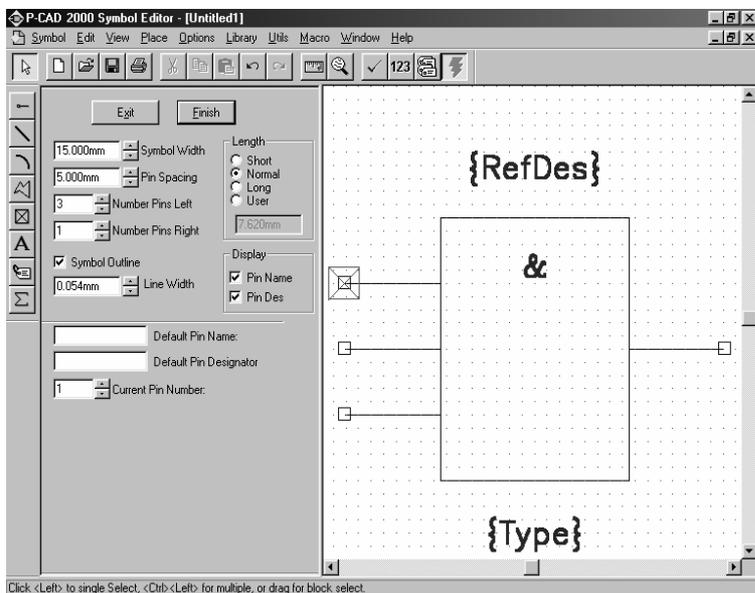

Рис. 10. Мастер создания символа компонентов
4. В диалоговом окне мастера (рис. 10) указать ширину символа
(**Symbol Width**), расстояние между смежными выводами (**Pin Spacing**) – длину выводов (**Lenght**), количество выводов на левой (правой) стороне символа (**Number Pin**) и ввести условное обозначение элемента И. Результат показан на рис. 10.